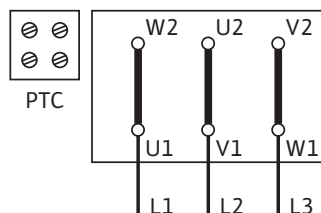

Рис. 35: Пуск Y-Δ (стандарт)
- Схема электроподключения находится в клеммной коробке (см. также рис. 35/36).
Пуск Y–Δ (стандарт)	Удаление соединительных перемычек (рис. 35)